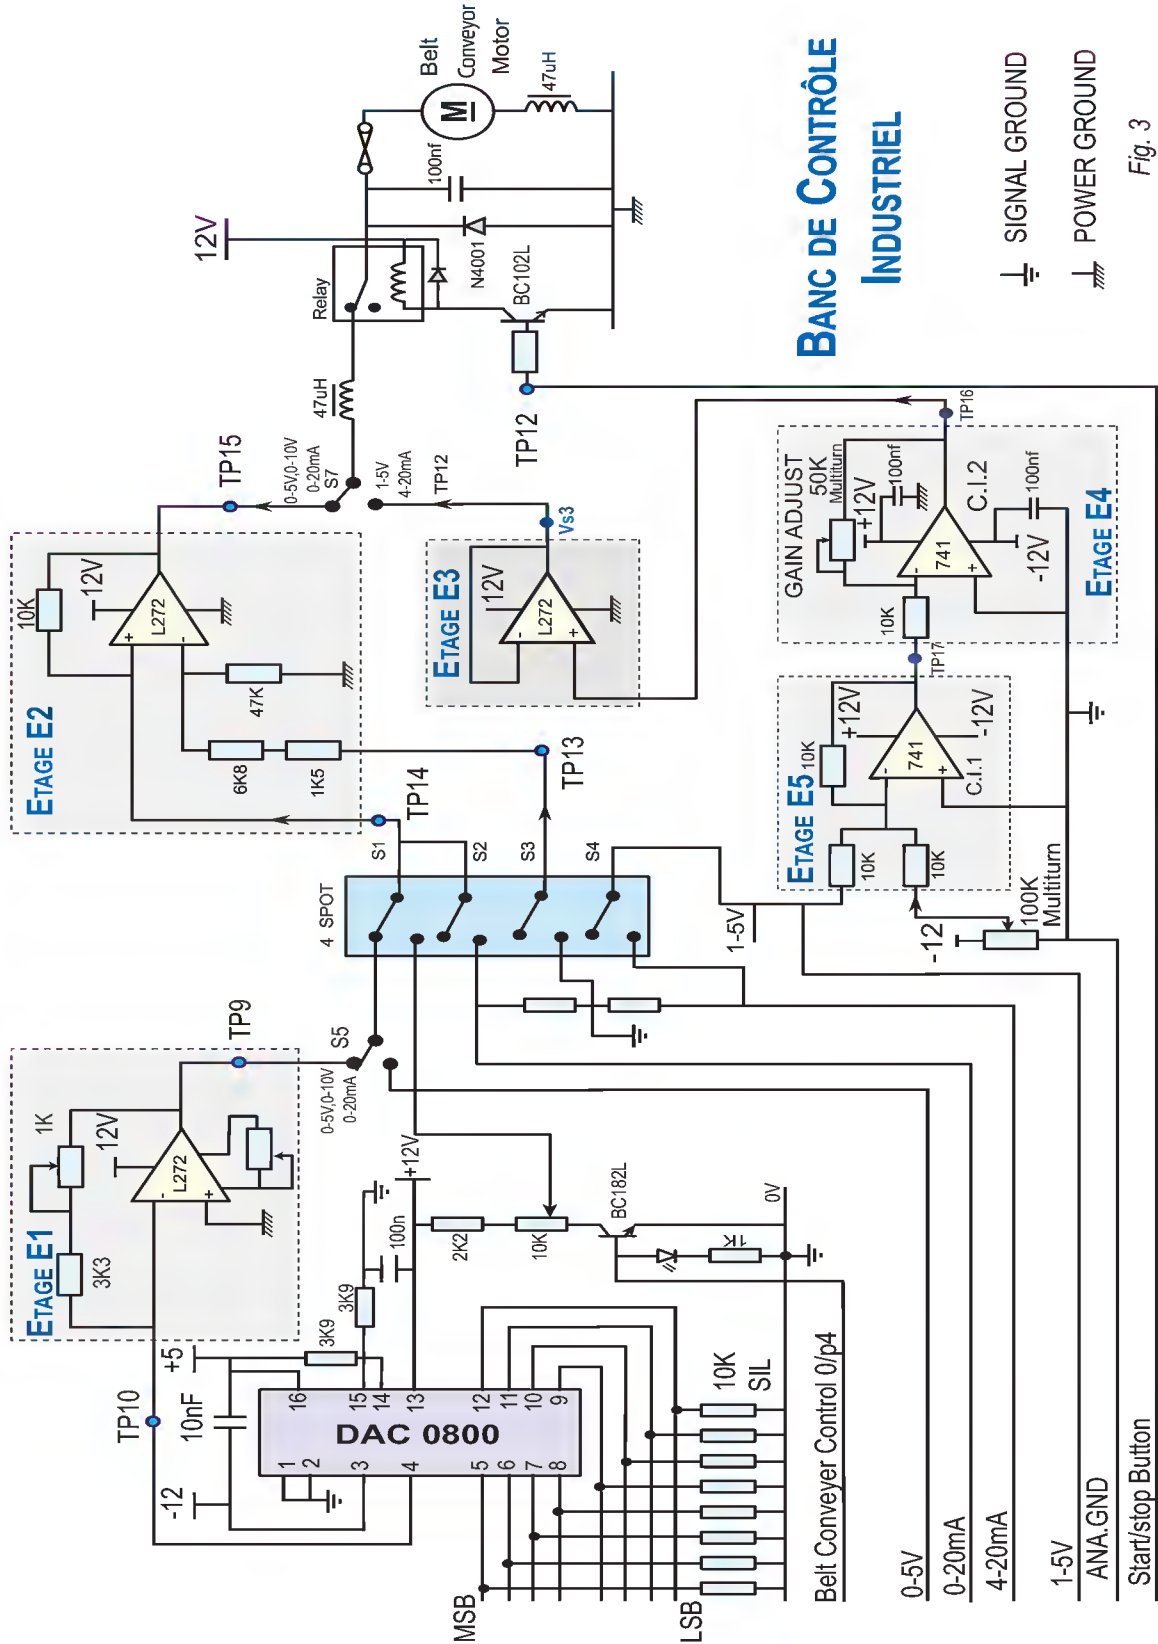

Fig. 3
- a- Réaliser le montage de l'étage **E2**, sur plaque d'essais, conformément à la fig.3.
- 1- Compléter la saisie du montage de la fig.3 sur un logiciel de simulation.